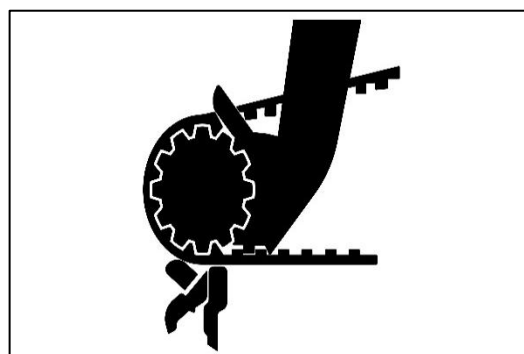

Fig. 44 - RISQUE DE HAPPEMENT DES MAINS ET DES BRAS PAR UNE CHAÎNE OU UNE COURROIE CRANTÉE
- N'essayez pas d'entretenir ou de régler le tracteur tant que des pièces sont encore en mouvement (fig. 44).